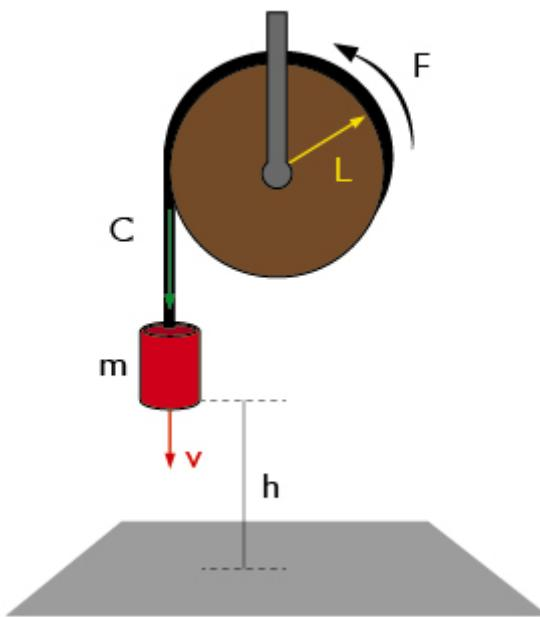

Figura 7 - Efeito do conjugado em uma polia.
O conjugado, também chamado de torque ou binário, é a medida do esforço necessário para girar o eixo. Para medir o esforço necessário para fazer girar o eixo não basta definir a força empregada, é preciso também dizer a que distância do eixo a força é aplicada. O esforço é medido pelo conjugado, que é produto da força pela distância, isto pode ser apreciado na Figura 7, no exemplo da polia.
A potência mede a rapidez com que a energia é aplicada ou consumida. Como no exemplo da Figura 7, a energia gasta ou trabalho realizado para trazer o balde do fundo até a superfície é sempre a mesma, porém a potência expressa a rapidez com que esta energia é aplicada para erguer o balde até a boca. Ou seja, a potência é a energia ou trabalho total realizado dividido pelo tempo total para realizá-lo. A unidade utilizada para a potência mecânica no SI é o Watt (W), porém a unidade mais utilizada é o cv (cavalo – vapor) equivalente a 736 W.
2. Para o sistema da Figura 7, uma massa de 0,5kg é deslocada a uma velocidade de 5m/s. Se a força da corda é de 10kg, qual a potência necessária para elevar essa massa?
3. Para o sistema da Figura 7, uma massa de 1,5kg é deslocada a uma velocidade de 10m/s. Se a força da corda é de 20kg, qual a potência necessária para elevar essa massa?